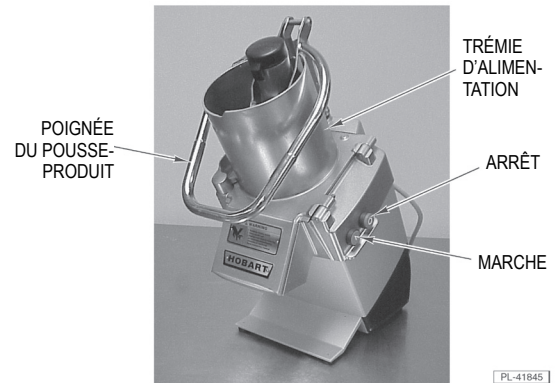

Fig. 7
Le pousse-produit presse les aliments contre les lames de coupe. Il est contrôlé par une grande poignée qui entoure la trémie d'alimentation (fig. 7).
Le robot culinaire peut être démarré en appuyant sur le bouton vert MARCHE et arrêté en appuyant sur le bouton rouge ARRÊT (fig. 7). Le bouton MARCHE ne doit être enfoncé que si le bouton ARRÊT est enfoncé ou après avoir branché le cordon d'alimentation électrique.
4. Déplacez le pousse-produit vers la droite et abaissez-le dans la trémie d'alimentation (fig. 7). Le robot culinaire redémarre lorsque le pousse-produit rentre dans la trémie d'alimentation.